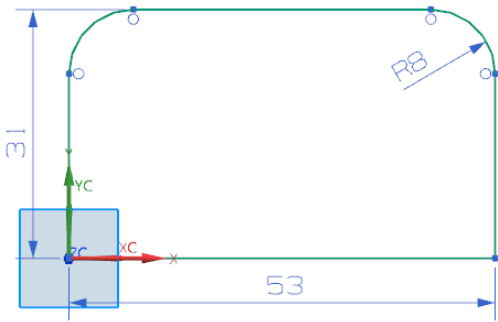

图 4-5 绘制基本突出块特征轮廓草图
(2) 在“突出块”对话框中单击图标，绘制基本突出块特征轮廓草图，如图 4-5 所示。单击“完成”图标，草图绘制完毕